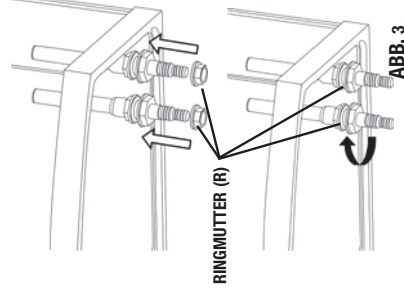

ABB. 3
3. Öffnen Sie den Schrank. Drehen Sie die Ringmutter (R) auf das untere Ende des Verbindungsrohrs (A) und befestigen Sie die Ringmutter (Abb. 3).
4. Schieben Sie den Wasseraustrittsstutzen (N) in das eine Ende des Auslassrohrs (B).
3. Öffnen Sie den Schrank. Drehen Sie die Ringmutter (R) auf das untere Ende des zweiten Verbindungsrohrs (A) und befestigen Sie die Ringmutter (Abb. 3).